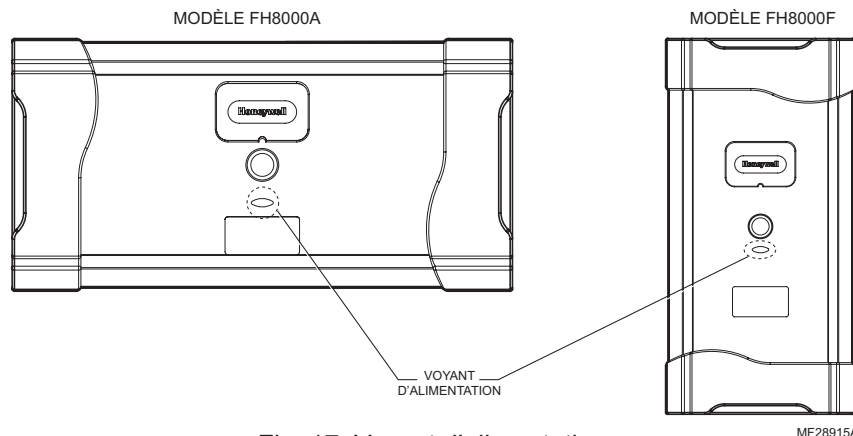

Fig. 17. Voyant d'alimentation.
- d. Le voyant d'alimentation sous l'interrupteur d'alimentation de l'épurateur d'air amélioré de Honeywell s'allume (voir Fig. 17).
L'épurateur d'air amélioré de Honeywell est muni d'un voyant d'alimentation situé sur la porte (Fig. 17 page 19). Ce voyant s'allume lorsque la porte de l'épurateur d'air amélioré de Honeywell est installée, lorsque l'interrupteur d'alimentation est sur marche ET que la soufflante du générateur d'air chaud ou de l'unité de traitement de l'air fonctionne et (pour les modèles FH8000A) que le débit d'air est détecté. Si le voyant ne s'allume pas, suivre les étapes de dépannage ci-dessous.